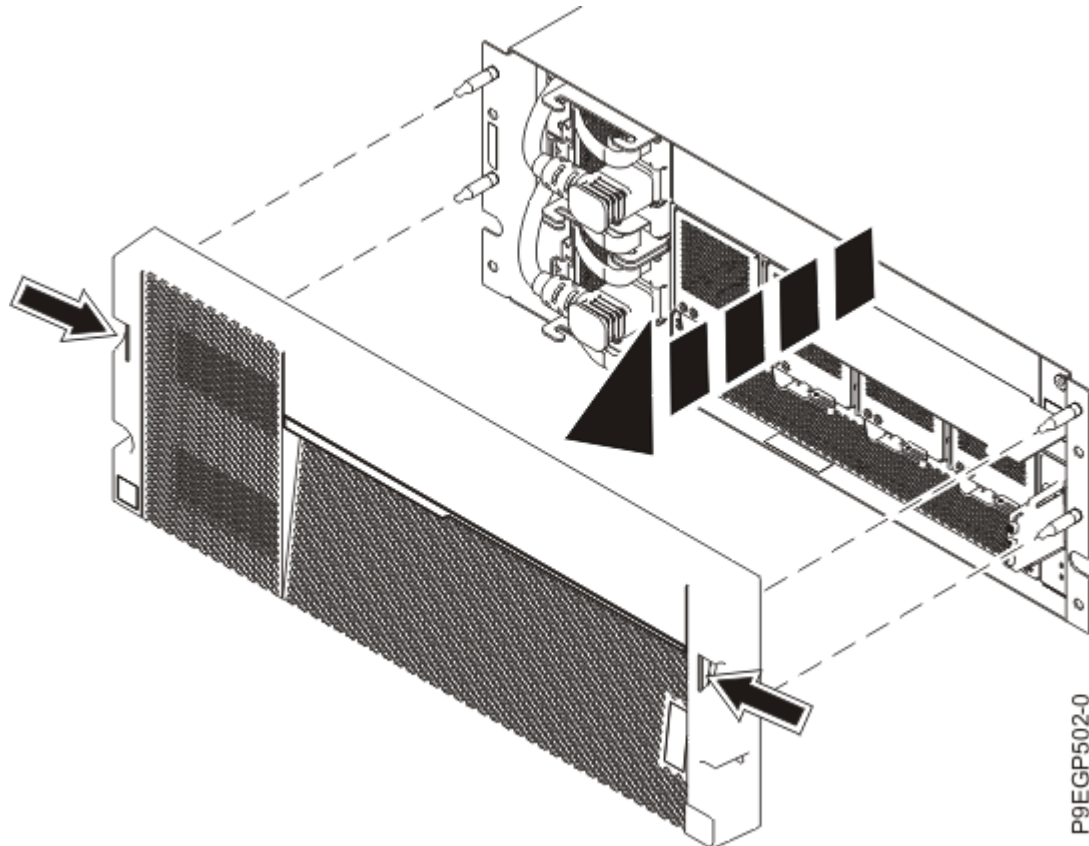

Figura 8. Extracción de la cubierta y de la tarjeta de información de servicio
- b. Utilizando los dos puntos de contacto azules de cada lado del cajón, tire de la cubierta para extraerla de la parte frontal del cajón, tal como se muestra en la Figura 8 en la página 11.